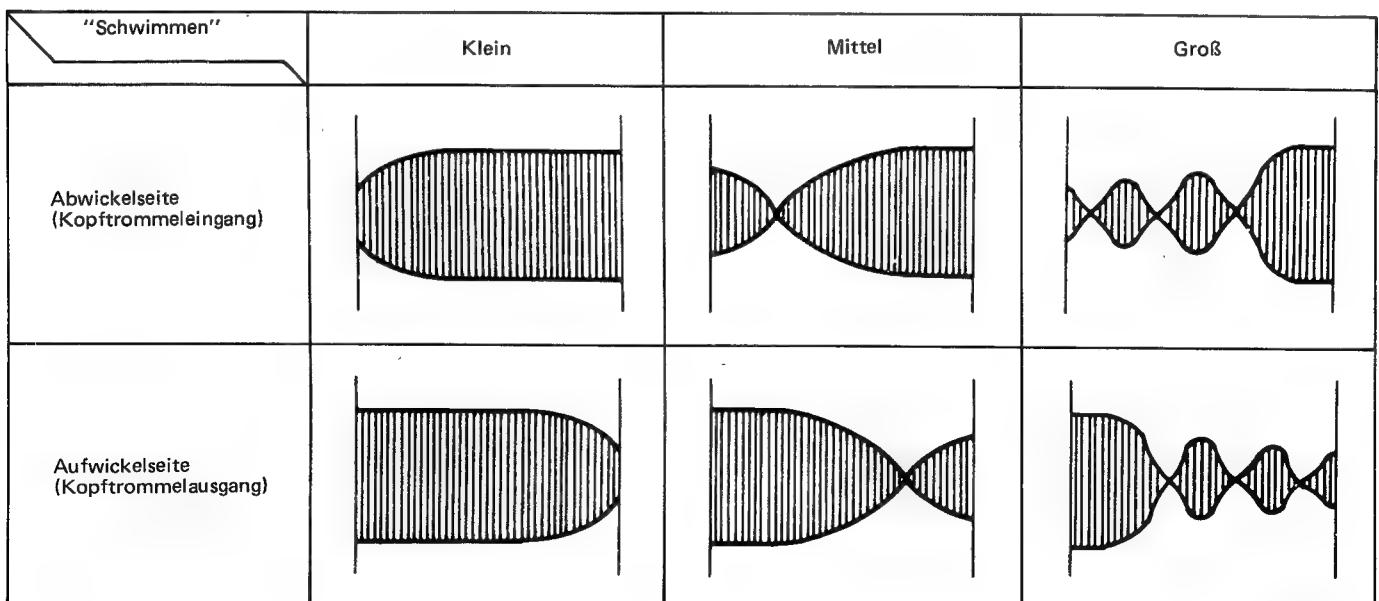

Abb. 7-28
- 3) Die Höhe der Führungsrollen einstellen, dabei die Hüllkurve beobachten, und das Videoband um die Kopftrommel laufen lassen. Wenn sich das Videoband oberhalb oder unterhalb der Schrägspur-Steigungsline befindet, ergibt sich dies aus der Wellenform, die in den Hüllkurven in Abb. 7-28 bzw. 7-29 dargestellt ist.